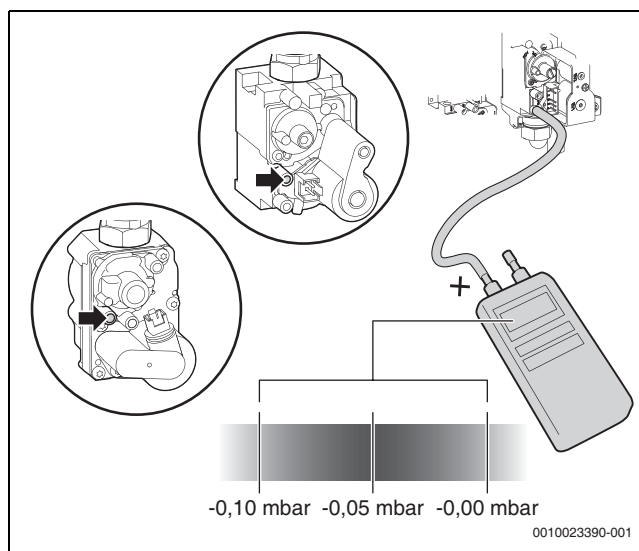

Fig. 32 Måling af differenstryk
- ▶ Mål gasventilens differenstryk (→ fig. 32). Det optimale differenstryk er på -0,05 mbar.